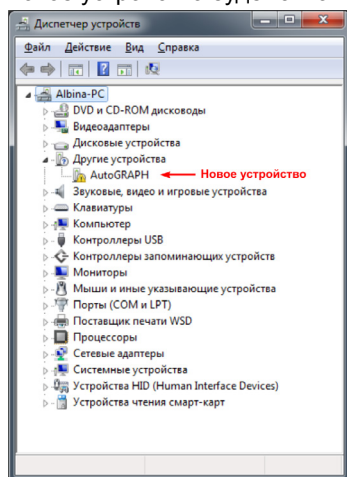

Рис.2. Новое устройство.
- Подключить адаптер интерфейсов к ПК, используя стандартный кабель USB AM – USB miniB 5 pin. При подключении устройства к ПК с установленной ОС MS Windows 7, новое устройство будет автоматически обнаружено (Рис.2).